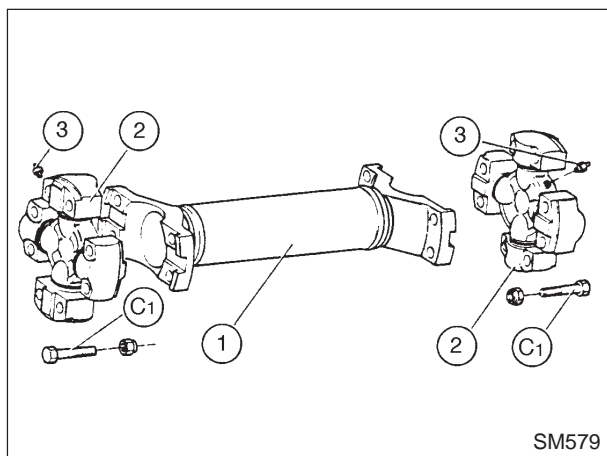

Fig. 2-79
Assemblare le crociere (2, fig. 2-79) all'albero (1) tramite le viti di fissaggio (C₁), in modo da avere gli ingrassatori (3) allineati.